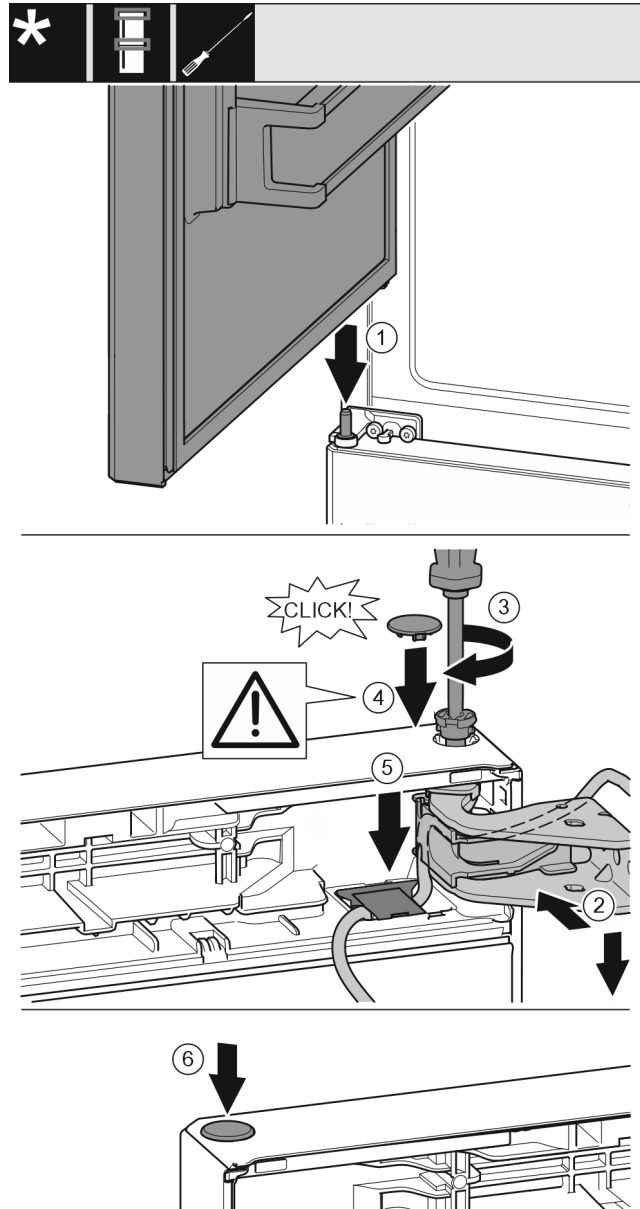

Fig. 42
- ▶ Helyezze a felső ajtót a középső csapszegre Fig. 42 (1)
- ▶ Igazítsa be az ajtót felül a csapágybak nyílásához. Fig. 42 (2)
- ▶ Helyezze be a csapot, és húzza meg a T15 csavarhúzóval. Fig. 42 (3)
- ▶ Szerelje fel az ajtót biztosító biztonsági fedelet: Helyezze be a biztonsági fedelet, és ellenőrizze, hogy felfekszik-e az ajtóra. Egyébként teljesen helyezze be a csapszeget. Fig. 42 (4)
- ▶ Tegye a fedelet, és nyomja le, míg a helyére nem pattan. Fig. 42 (5)
- ▶ Helyezze be a dugót. Fig. 42 (6)